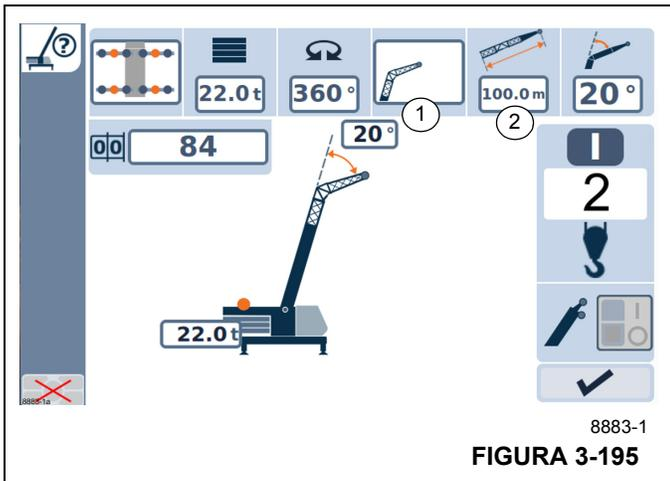

FIGURA 3-195
Hay 5 opciones: pluma principal, extensión de pluma fija, extensión de pluma abatible (1, Figura 3-195), extensión de servicio severo y punta auxiliar. Luego, si se selecciona una extensión de pluma, el operador elige el largo de la extensión de pluma (2), que incluye los insertos y la sección de cable de gancho.